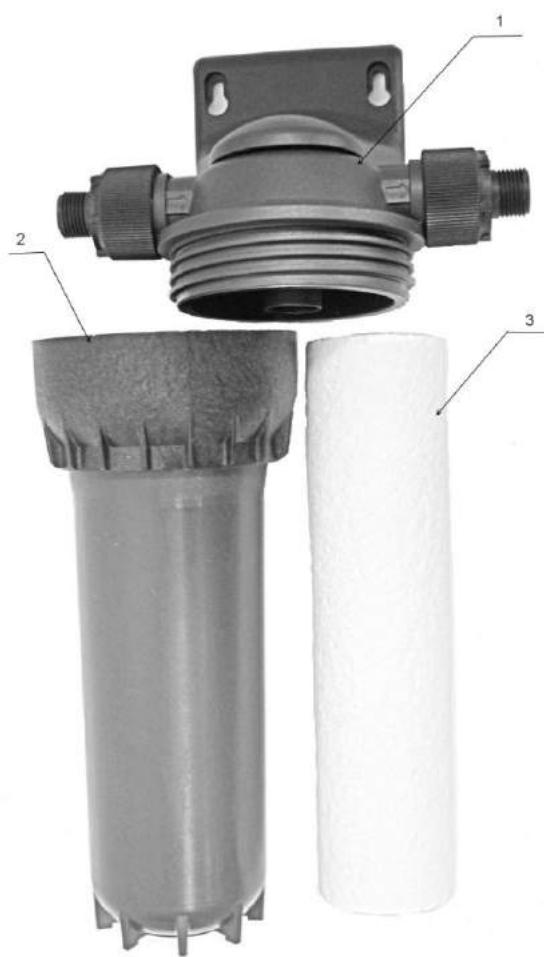

Рис.21. Фильтр тонкой очистки топлива.
7. Проверка загрязнения фильтра топливного насоса (Рис.20) и фильтра тонкой очистки (Рис.21).
4.5.2 Обслуживание фильтра тонкой очистки заключается в замене фильтрующих вставок из полипропилена, размер 20", фильтрующая способность 20 мкм. Для замены отверните колбу фильтра (Рис.21 поз.2), от корпуса фильтра (Рис. 21 поз.1) , замените фильтрующую вставку (Рис.21 поз.3), установите колбу на место. Замена вставок производится ежемесячно при сильной загрязненности масла еженедельно.